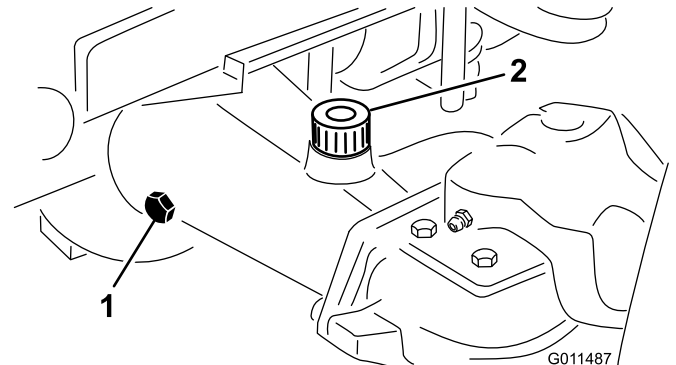

Bild 64
2. Entfernen Sie eine Prüfschraube aus einem Ende der Achse und stellen sicher, dass das Öl die Unterseite des Lochs erreicht (Bild 64).